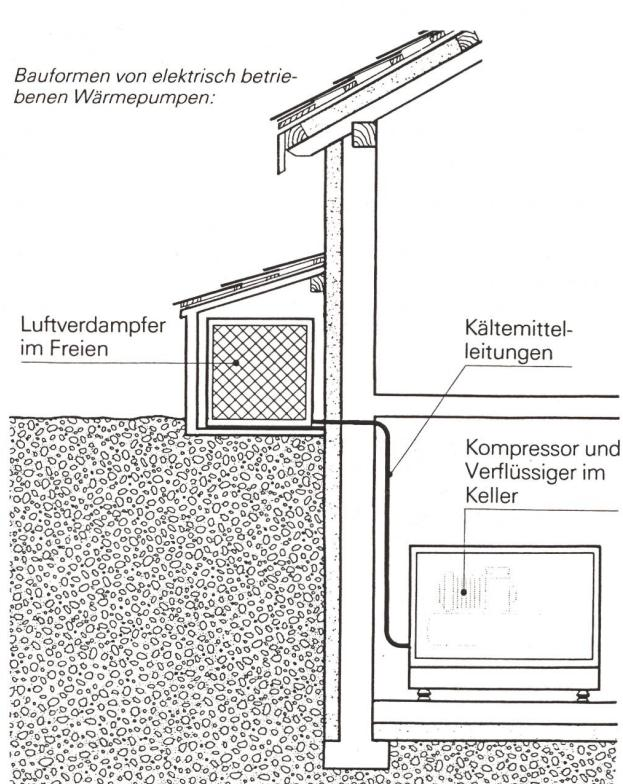

Abb. 1. Split-Ausführung (z. B. von Luftwärmepumpen).
Durch die stark forcierte Entwicklung der Elektrowärmepumpe erscheinen heute schon viele Ausführungsvarianten und spezialisierte Bauformen auf dem Markt: Die Wasser/Wasser-Wärmepumpe ist eine kompakte, in ein Gehäuse eingebaute Maschine. Durch Wasserleitungen wird die Umweltenergie zu- und die Heizwärme abgeführt. Diese Bauform wird üblicherweise bei der Nutzung von Wärmequellen wie Grundwasser, Oberflächengewässer, Erdkollektoren, Energiedach eingesetzt (Abb. 1).
Wärmepumpenboiler sind kompakte Warmwasserboiler, die anstelle der herkömmlichen Elektroheizschlange mit einer kleinen Wärmepumpe ausgerüstet sind. Sie benötigen zum Aufheizen der gleichen Wassermenge etwa 30–70% weniger elektrische Energie als ein entsprechender Elektroboiler. Die restliche Wärme wird der Raumluft entzogen; dabei ist es wichtig, dass der Wärmepumpenboiler in einem genügend grossen und unbeheizten Kellerraum aufgestellt wird. Damit vermeidet man, dass der Boiler die Wärme irgendwo «stiehlt» (Abb. 1).
- Die *Split-Ausführung* gestattet es, den Verdampfer vom übrigen Aggregat getrennt – zum Beispiel im Estrich oder im Garten – aufzustellen. Die beiden Teile sind dann durch Kältemittel leitungen miteinander verbunden. Diese Bauform bietet Gewähr für eine optimale Platzierung des Verdampferteils (Abb. 1).